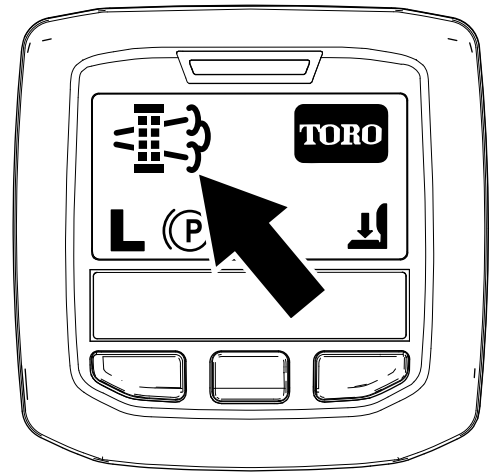

図 52
- 駐車再生やリカバリ再生が必要になると、インフォセンターに再生要求アイコン 図 52 が表示されます。